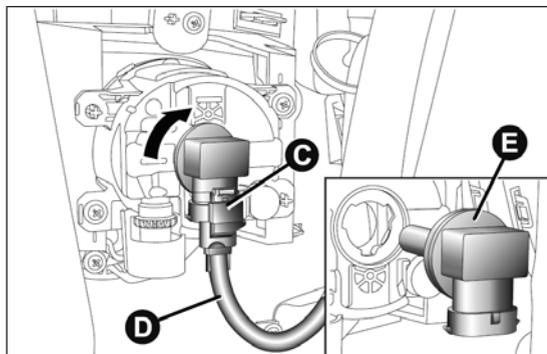

fig. 176
- agir sur l'agrafe C fig. 176 et débrancher le connecteur électrique D ;